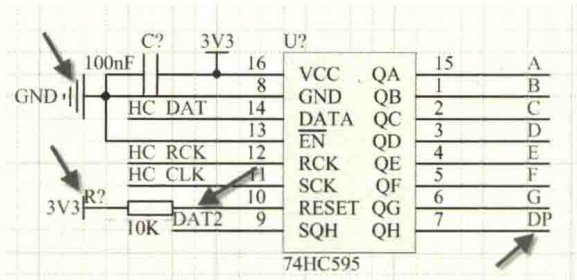

图 12-21 数码管模块电气连接的放置
- (1) 对于元件附件执行连接的元件，执行菜单命令“Place-Wire”，放置电气导线进行连接。
- (2) 对于远端连接的导线，采取放置网络标号（Net Label）的方式进行电气连接。
- (3) 对于电源和地，采取放置 Port 的全局连接方式。数码管模块电气连接的放置如图 12-21 所示。